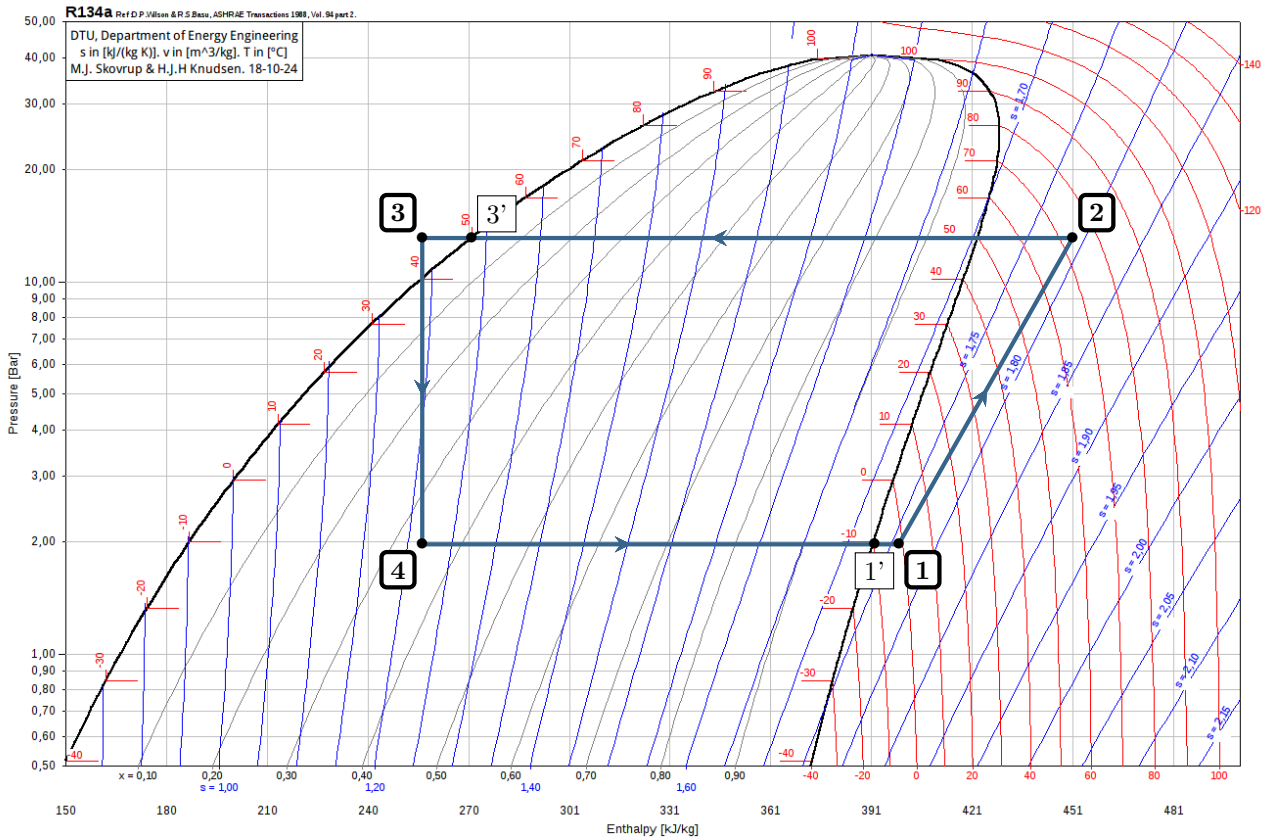

Figure 1 – Cycle de la PAC représenté dans le diagramme des frigoristes du R134a.
15.6 - Une pompe à chaleur est constituée de quatre composants thermodynamiques : un compresseur, un détendeur, un évaporateur et un condenseur. La figure 1 représente son cycle dans le diagramme des frigorigistes.